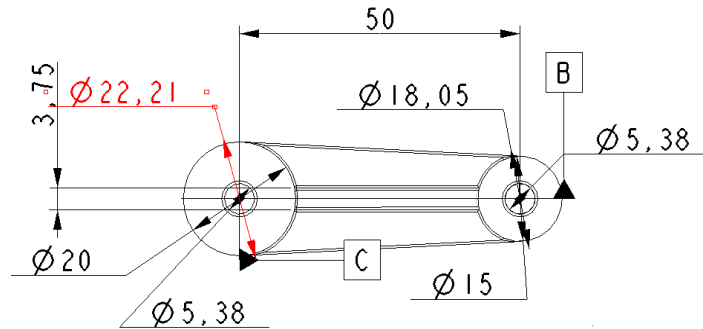

図 26 寸法表示を明確配置する
6) 寸法表示の移動: 画面左上のアノテーションタブをクリックし、「モデルアノテーション表示」⇒「寸法」タブをクリックし、タイプとして「すべての駆動寸法」を選択する。平面図の青枠をクリックして、アノテーション表示メニューより「全てを表示」ボタンをクリックする平面図に図 26 のように寸法が表示される。寸法をクリックし選択表示(赤い表示となる)したら、マウスでドラッグすると、表示位置を移動することができる。